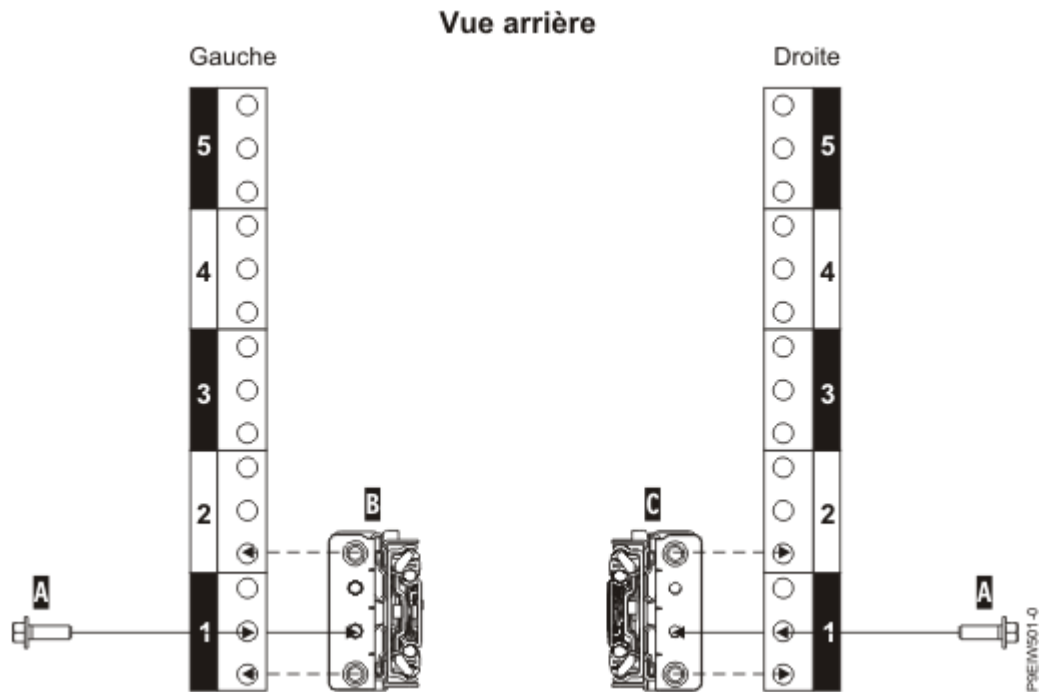

Figure 5. Fixation des glissières à l'arrière de l'armoire
10. Fixez la glissière de gauche (**B**) et la glissière de droite (**C**) à l'aide d'une vis M5 x 16 mm (**A**) comme illustré à la Figure 5, à la page 7. Insérez et serrez chaque vis dans le trou de bride fileté, situé dans le trou central de l'unité EIA la plus basse.